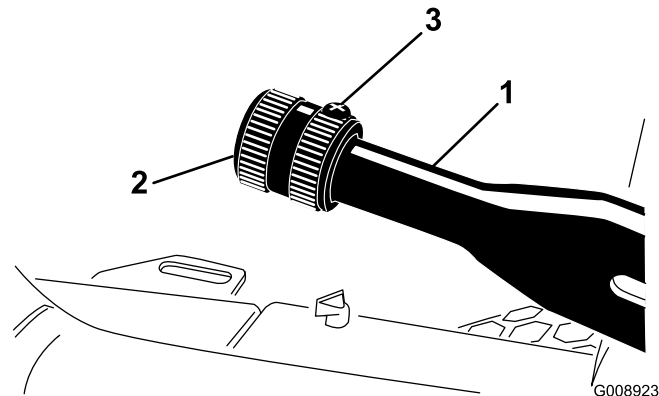

図 68
1. ブレーキレバーに調整ノブを固定している固定ネジをゆるめる (図 68)。